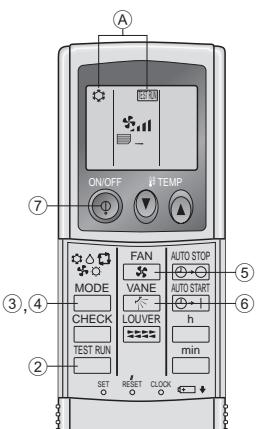

Fig. 7-5
7.2.2. Использование беспроводного пульта дистанционного управления (Fig. 7-5)
- ① Включите питание блока по крайней мере за 12 часов до начала испытаний.
- ② Дважды нажмите кнопку TEST RUN.